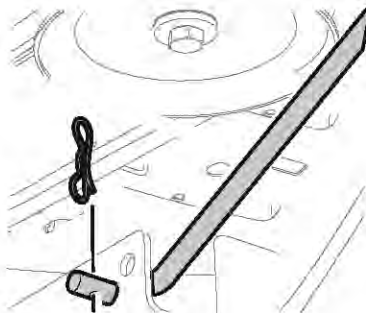

Figure 44
14. Retirez la goupille fendue qui fixe la tige de relevage avant au plateau. Voir Figure 44. Faites sortir la tige de relevage du support avant.